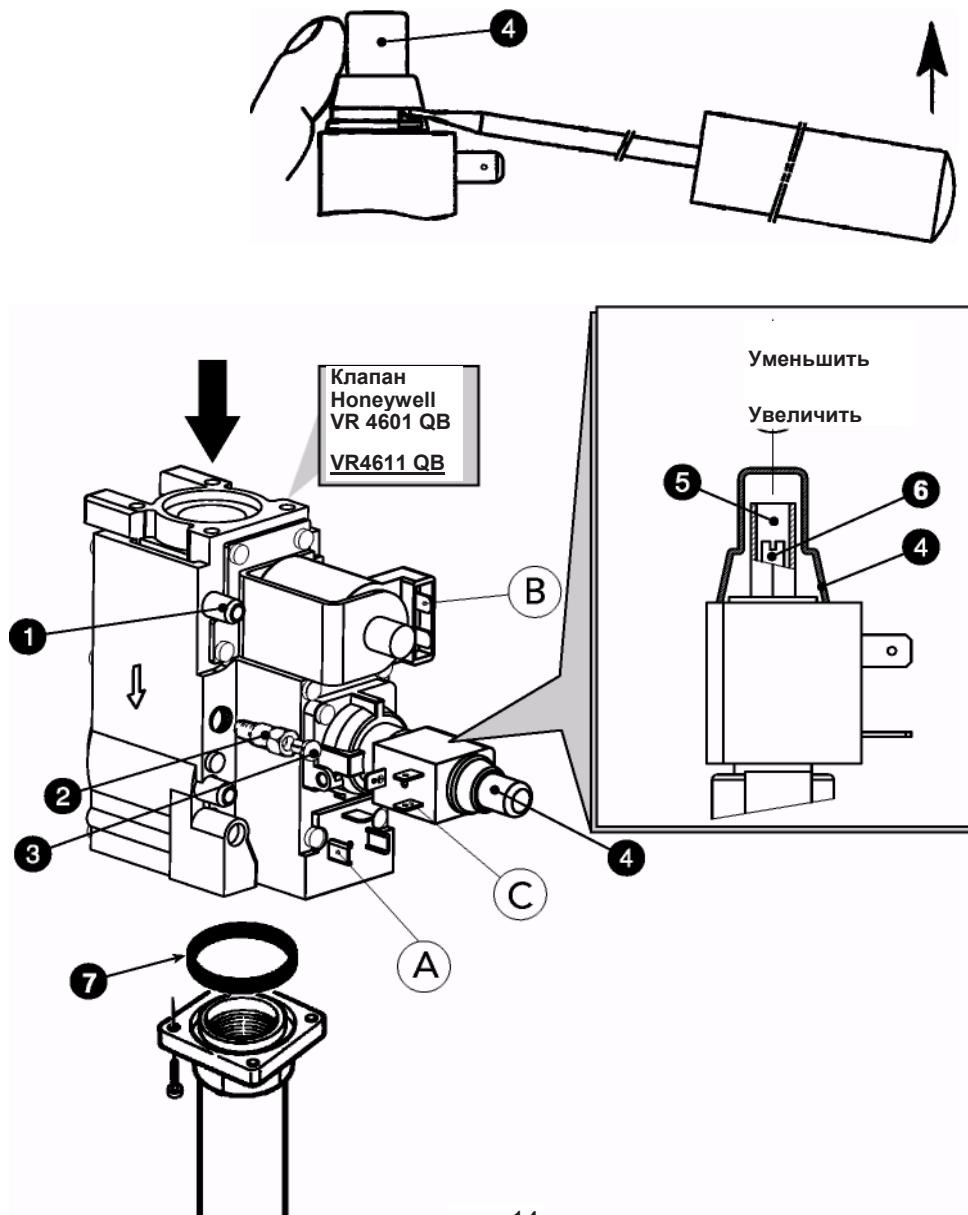

рис. 14
Операции по регулировке давления проводятся на работающем котле при помощи регулятора давления, установленном на 2-этапных клапанах газа (смотри рис. 14).
- 3 Снимите защитную крышку с регулятора давления 4 на рис. 14.
- 1 Медленно поверните по часовой стрелке рукоятку терmostата регулировки до 1-го щелчка; газ будет подаваться через клапан только на соединения А и В (смотри рис. 14).
- 2 Поверните винт 6 на рис. 14 и убедитесь, что давление соответствует значениям в таблице технических данных в параграфе 4.3.
- 1 Установите рукоятку терmostата регулировки на максимальное значение; газ будет подаваться через клапан на соединения А, В и С (смотри рис. 14).
- 2 Поверните винт 5 на рис. 14 и убедитесь, что давление соответствует значениям в таблице технических данных в параграфе 4.3.
- 2 Снимите с газового клапана маленькую пробку 3 (рис. 14), привинтите к клапану ступенчатый регулятор зажигания 2, входящий в набор переработки, затем снова установите на регулятор пробку 3.
Проведите те же операции, не забыв снять ступенчатый регулятор зажигания 2 на рис. 14 с газового клапана; пробка 3 на рис. 14 должна устанавливаться прямо на клапан.